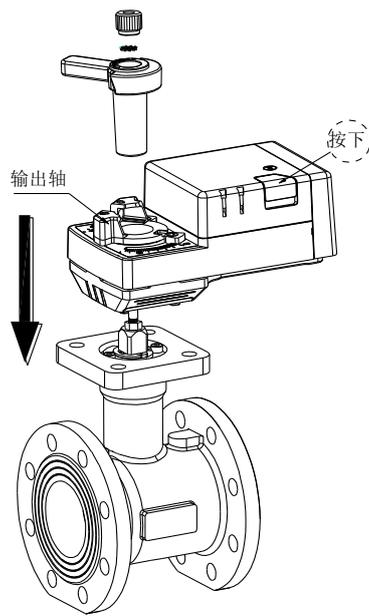

图 5
- (3) 如图 5, 按下执行器离合按钮, 同时顺时针旋转连接杆至全关(无法转动的位置), 再松开离合按钮。执行器连接件定位柱对准阀门法兰盘 4 个定位孔卡入, 装入连接杆, 并确保其下部方孔套住阀杆, 再依次装入防滑垫片、螺帽。